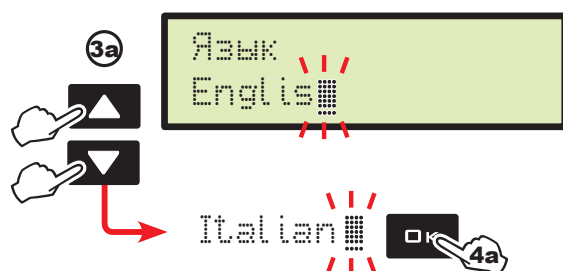

Рис. 24
**2** Подтвердите доступ в меню нажатием клавиши **OK**: во время задачи данных на дисплее будет мигать курсор (Рис. 24).
Если речь идет о простом выборе данных, на компьютере BRAVO 180S будет отображаться активное данное (Рис. 24):